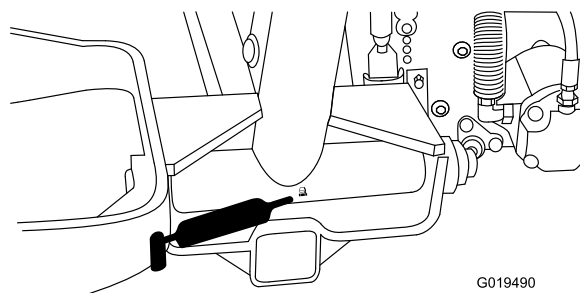

Figura 40
- Perno del braccio di sollevamento (3) (Figura 40)